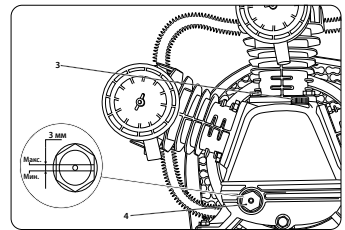

рис.6
Открутите пробку масляного картера (3) и залейте масло до максимального уровня (красной отметки) в смотровом окне (4) (рис.6).
Проверить и при необходимости очистить воздушный фильтр компрессора. Проверить уровень масла в компрессоре по указателю (рис. 6), при необходимости долить масло.